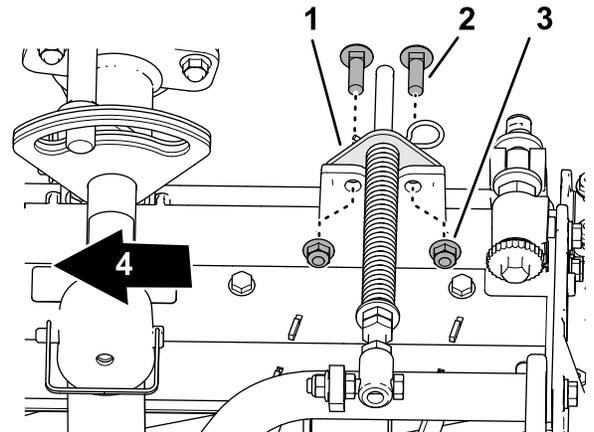

图 21
5. 将左软管导向架的螺柱与滚刀组架和草坪补偿支架上的孔对齐 (图 21)。
5. 将草坪补偿支架中的孔与滚刀组架中的孔对齐 (图 21)。